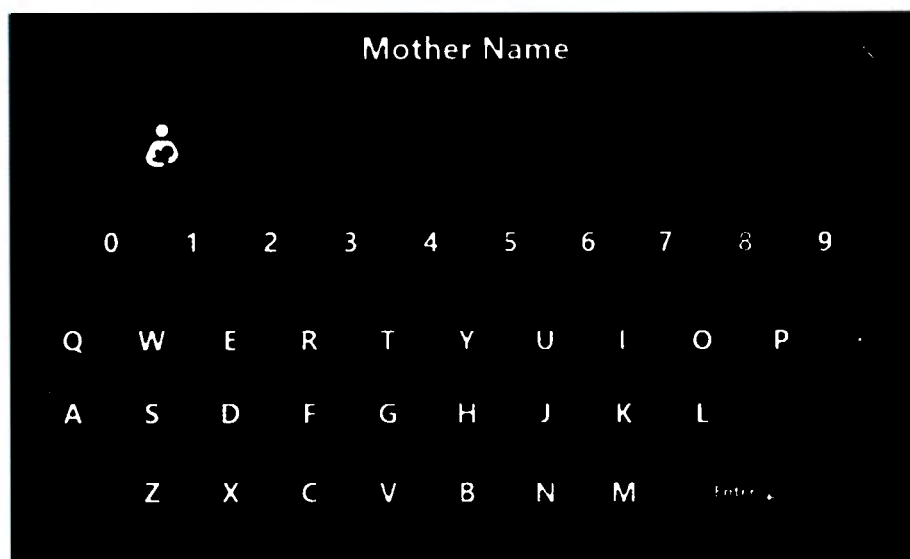

Рис. 9.5 – Экран виртуальной клавиатуры
6. Если ребенок является новым пациентом, нажмите  на сенсорном экране. На экране появится виртуальная клавиатура (см. Рис. 9.5), с помощью которой нужно ввести имя матери ребенка.